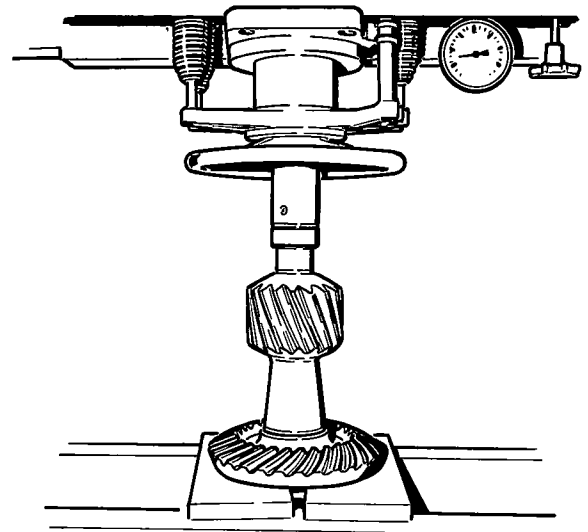

Fig. 13
- Verhit het kroonwiel tot 150° C. Breng de spie (45) aan in de as. Smeer de tap van de as in met molybdeendisulfide vet. Pers het kroonwiel op de as; hiervoor is een druk van 25 ton vereist. Let erop dat het kroonwiel zich tegen de borst van de as bevindt (fig. 13).